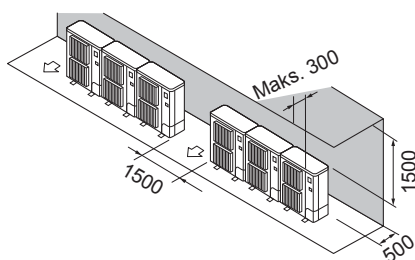

Fig. 2-10
- ② Hindringer kun bak og over (Fig. 2-10)